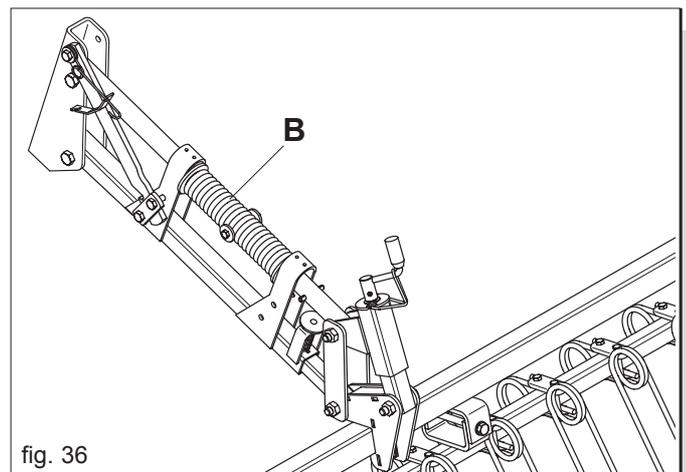

fig. 36
Der Arbeitsdruck der Federzähne der Saatgutabdeckegge kann durch Drehung der Feder (B) auf dem oberen Parallelarm verändert werden (Abb. 36).